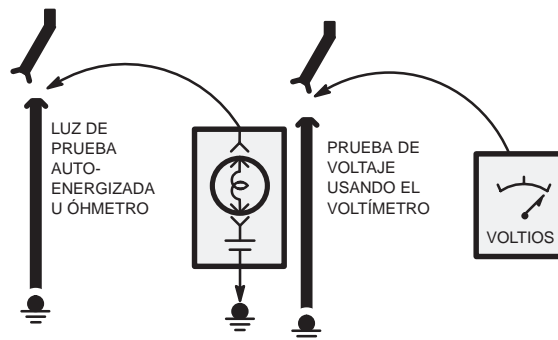

**Figura 5 – Prueba de corto**
Si un fusible se funde continuamente, normalmente se debe a un corto circuito a tierra. Este dato es importante para que el corto pueda localizarse rápidamente (Figura 5).
- En los motores: desenchufe el conector del motor (Conector C4 de la figura 5).
5. Desconecte la punta de la luz de prueba que está conectada a tierra y vuelva a conectarla en el lado de carga del fusible en el conector del componente desconectado. (En la Figura 5, conecte la punta de la luz de prueba al conector C4.)
- Si la luz de prueba se ilumina, el corto está en el cableado. Encuentre el corto desenchufando los conectores del circuito, uno a la vez, hasta que la luz se apague. Por ejemplo, en la Figura 5 con una tierra en X, el foco se apaga cuando se desconecta C1 o C2, pero no después de que se desconecta C3. Esto significa que el corto está entre C2 y C3.